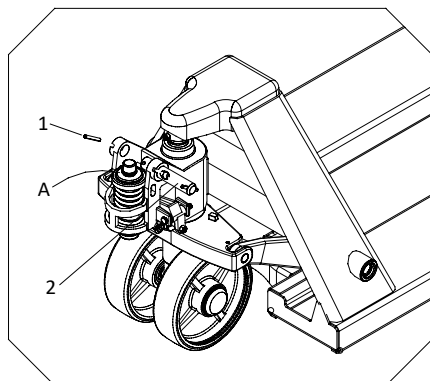

Fig. 1
1. Scoateți știftul de arc 2 (Fig. 1)
5. Treceți știftul 1 prin știftul de arc 2 și fixați. (Fig. 1)